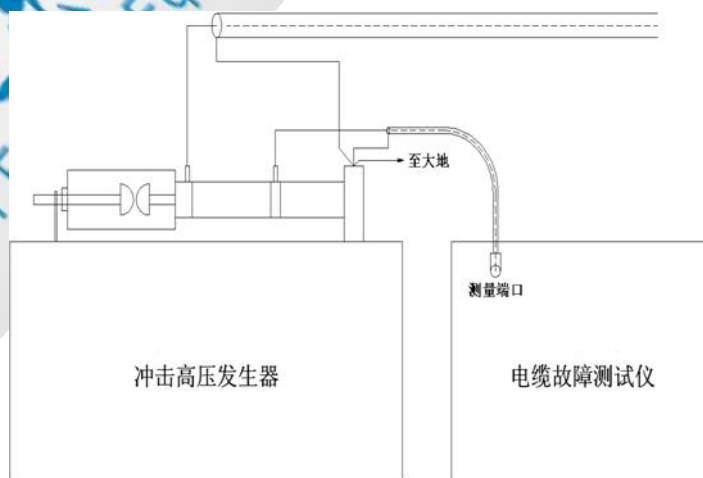

图 8 闪络法接线原理图
- 2) 按图 8 将被测电缆、故障测试仪、冲击电压发生器、以及大地相互连接好。注意接线一定要准确无误、牢固可靠；